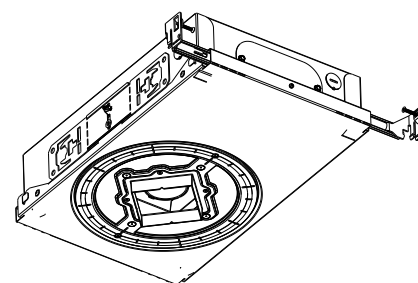

fig. 3
- d. Insérez la barre de suspension extérieure dans la même fente du boîtier, en verrouillant les moitiés intérieure et extérieure. Serrez la vis de verrouillage de la barre de suspension. Assurez-vous que la vis se trouve en haut (voir la fig. 3).
- b. Vissez l'extrémité des deux barres dans les solives en bois pour fixer le boîtier (voir la fig. 3).